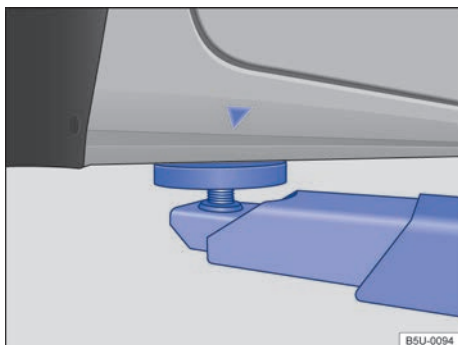
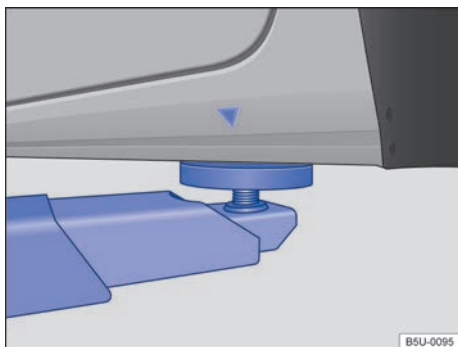

Fig. 197 Pontos de apoio dianteiros para a suspensão com plataforma elevatória ou com macaco.
Fig. 198 Pontos de apoio traseiros para a suspensão com plataforma elevatória ou com macaco.
O veículo deve ser suspenso somente pelos pontos indicados nas figuras → Fig. 197 e → Fig. 198. Se o veículo não for suspenso pelos pontos indicados, podem ocorrer danos no veículo → ⓘ e ferimentos graves → ⚠️.
- Suspender o veículo somente pelos pontos indicados nas figuras → Fig. 197 e → Fig. 198. Se o veículo não for suspenso pelos pontos indicados, o veículo poderá cair da plataforma elevatória quando, por exemplo, o motor ou a suspensão for desmontado.